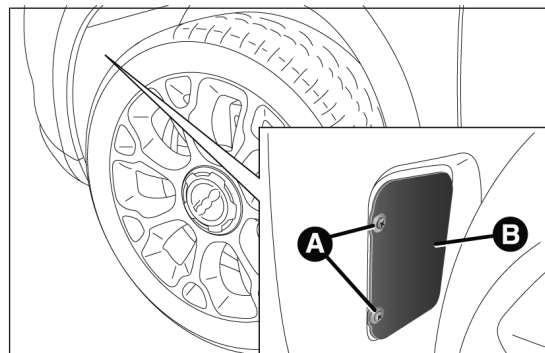

fig. 180
- dévisser les vis A fig. 180 et enlever le volet B ;